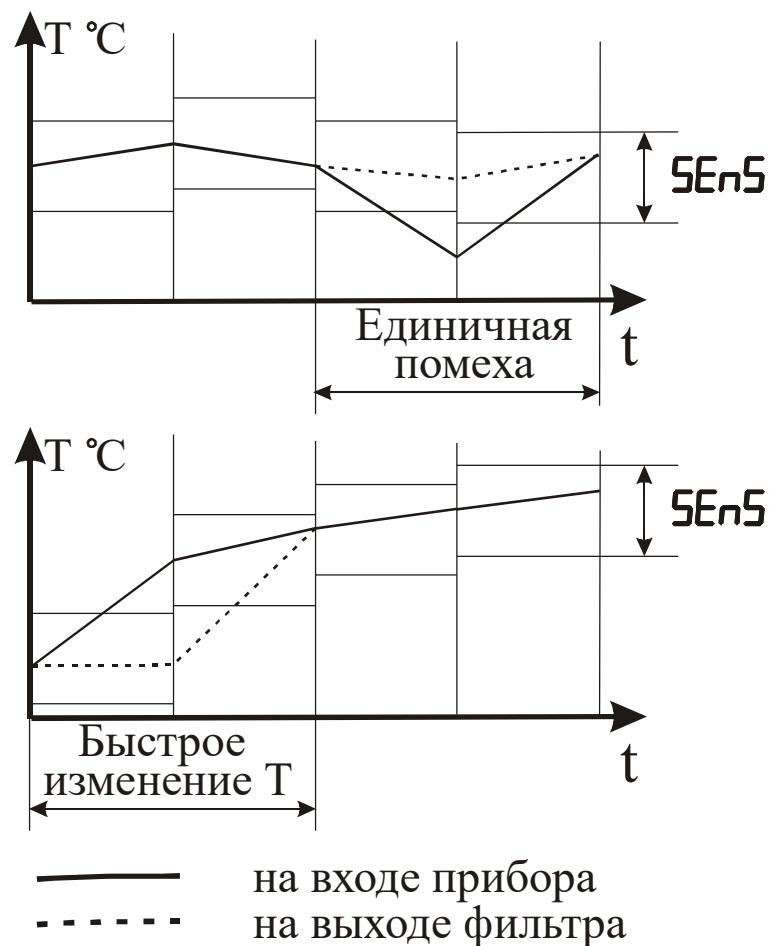

Рисунок 3.12 – Работа фильтра при воздействии случайной помехи и быстром изменении сигнала
3.3.3.7 С целью уменьшения влияния случайных импульсных помех на показания в прибор введена цифровая фильтрация. Работа фильтра описывается параметром “Полоса фильтра”. Если текущее значение температуры или влажности отличается от результатов предыдущего измерения на значение, которое превышает указанное в параметре “Полоса фильтра”, то проводится повторное измерение параметра, а на индикаторе остается старое значение (см. рисунок 3.12). О повторном измерении свидетельствует мигание светодиодного индикатора “К” зеленого свечения по соответствующему каналу.